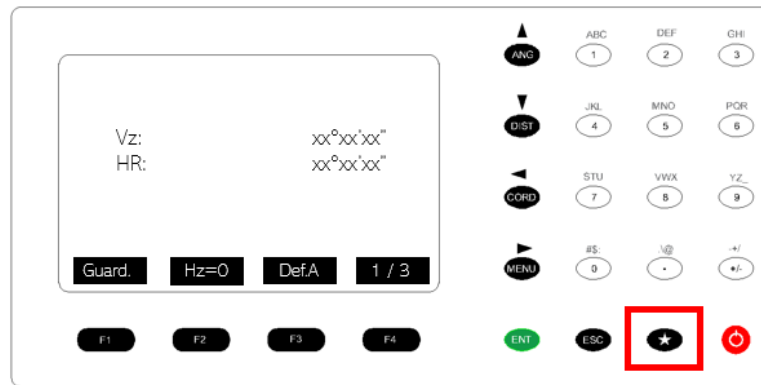
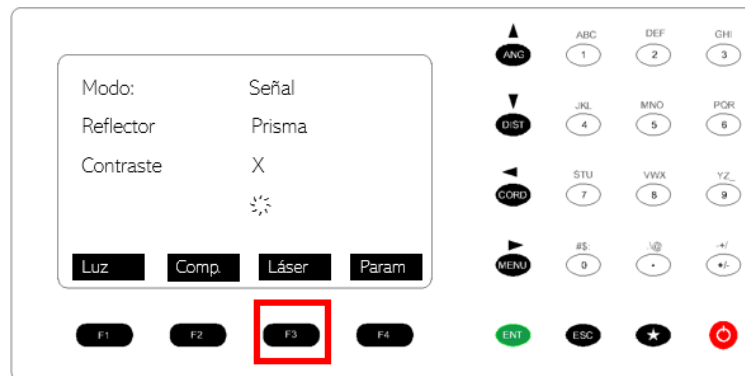

Figura 10. Comandos de la estación total.
Figura 11. Comando de la estación total para prender la plomada láser.
9. Prender la estación. Presionar el botón de estrella (figura 10). Y presionar F3 Láser (figura 11).